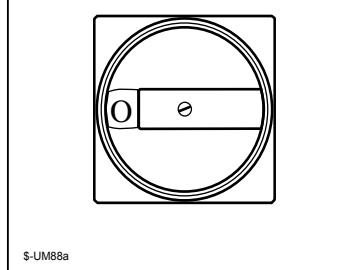

Fig. 20.1a
*per isolare la macchina elettricamente occorre ruotare un interruttore generale A (fig. 20.1a) in posizione zero e bloccarlo con lucchetto;*